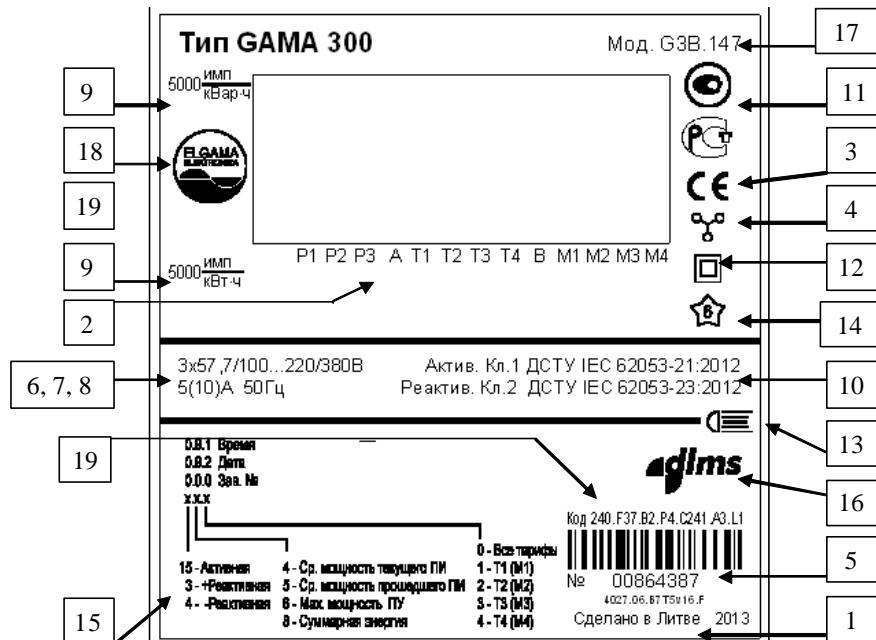

Рис. 3: Щиток счетчика G3B
В коде заказа указывается, какой резервный источник питания имеется в счетчике (Рис. 3). Заменяемая батарея вмонтирована в верхнем правом углу счетчика под силиконовой защитой. Пломбируемые дверки батареи расположены в верхнем правом углу счетчика. Дверки имеются независимо от того, какая батарея вмонтирована в счетчике, заменяемая или незаменяемая. Пломбируемая кнопка расположена под дверками батареи и доступна только тогда, когда дверка батареи открыта (см. Рис. 1).
Информация, нанесенная на щитке, соответствует требованиям стандарта EN 50470-1 и директивы 2004/22/EU и стандартом МЭК 62052-11, также, как и идентификация основных данных, отображаемых на индикаторе ЖКИ. Образец щитка показан на рисунке (Рис. 3).
14. **Период учета.** Сегмент светится – зафиксировано воздействие на счетчик магнитным полем или открытие крышек; сегмент не светится – возможно ручное закрытие периода учёта; сегмент моргает – период учёта закрыт, пломбированная кнопка заблокирована, (символ «В» напечатан на щитке под соответствующим сегментом (Рис. 3)). Если одновременно зафиксировано воздействие на счетчик и период учёта закрыт, то индикация закрытия периода учёта имеет более высокий приоритет, т.е. сегмент моргает.